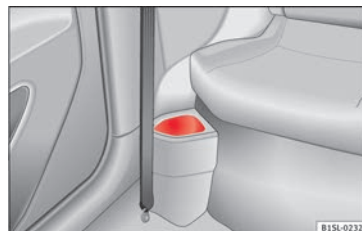

Fig. 62 Delante de los asientos traseros: portaobjetos.
- Delante de los asientos traseros » fig. 62.